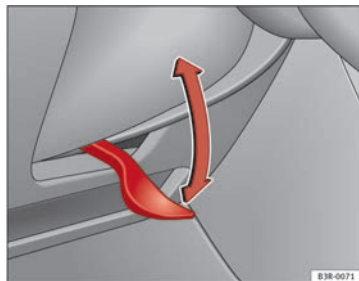

Abb. 134 Hebel unter der Lenksäule
- Schwenken Sie den Hebel ⇒ Abb. 134 nach unten ⇒ ⚠.